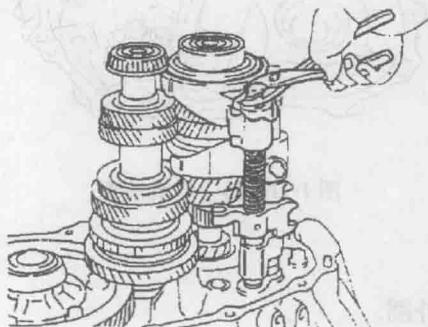

图 1-4 取出叉轴
4) 如图 1-4 所示, 将叉轴用布保护好, 用钳子夹住其上部拔出。